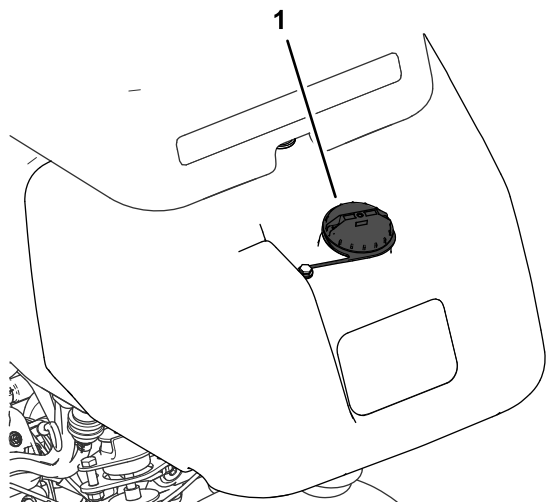

Figura 25
1. Limpie alrededor del tapón de combustible y retírelo (Figura 25).